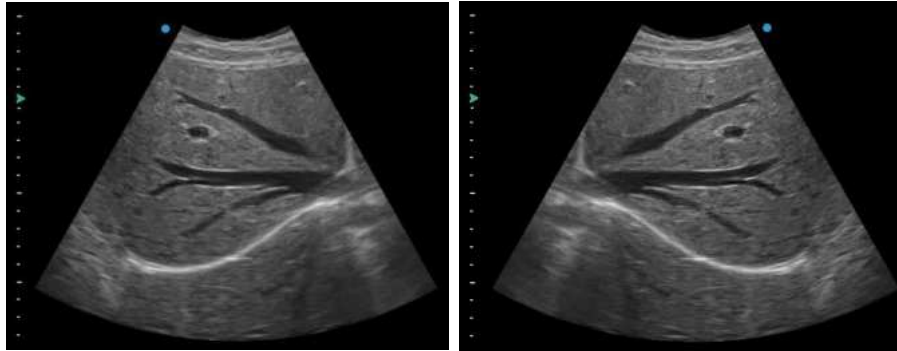

Fig.6-4 L/R reverso
*L/R reverso (Left/Right) (. (Reverso) **Touch Screen:** No estado ao vivo ou congelado, toque em **B_LR** a imagem do modo B pode ser invertida para a esquerda/direita. A marca ● representa o início da orientação de escaneamento do transdutor e pode ser movida a partir do canto superior esquerdo para o canto superior direito. Como mostrado na Fig.6-4.